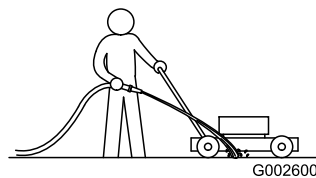

Figura 48
1. Con el motor en marcha sobre una superficie plana pavimentada, dirija un chorro de agua hacia delante de la rueda trasera **derecha** (Figura 48).